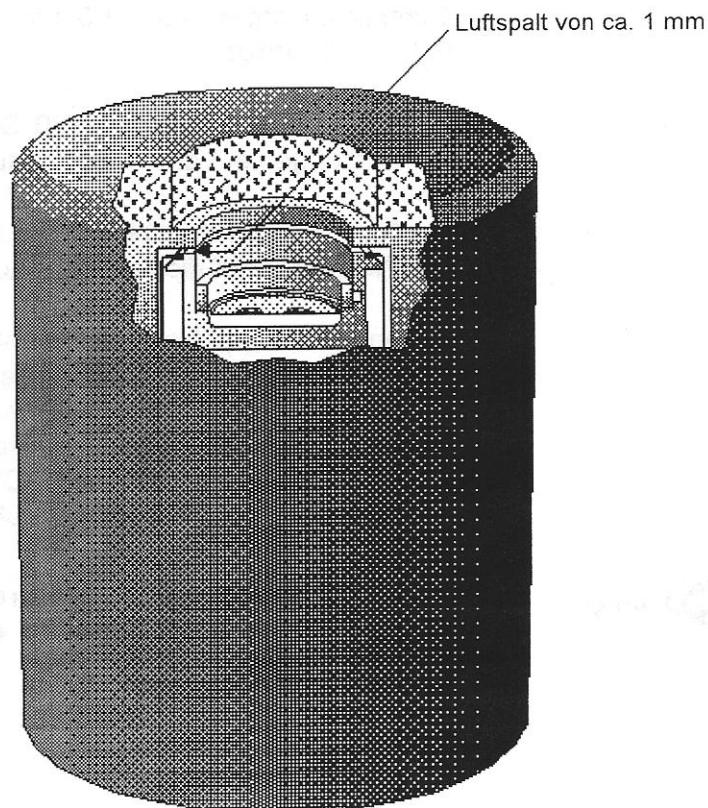

Abbildung 5.4 — Sitz des kupfernen Wärmetauschers auf der Meßzelle
5. Blicken Sie von oben in den Kühlkopf hinein, und vergewissern Sie sich, daß zwischen dem kupfernen Wärmetauscher und dem oberen Zellenrand ein gleichmäßiger Luftspalt von ca. 1 mm besteht (s. Abbildung 5.4). Wenn der Spalt ungleichmäßig oder deutlich größer als 1 mm ist, müssen die Schritte 2 bis 4 wiederholt werden.
9. Blicken Sie von oben in den Kühlkopf hinein und vergewissern Sie sich, daß der Luftspalt zwischen dem kupfernen Wärmetauscher und dem oberen Zellenrand noch immer gleichmäßig ist und ca. 1 mm beträgt (s. Abbildung 5.4). Falls nicht, drehen Sie die Zellenbefestigungsschrauben wieder heraus und wiederholen Sie die Installation ab Schritt 4.